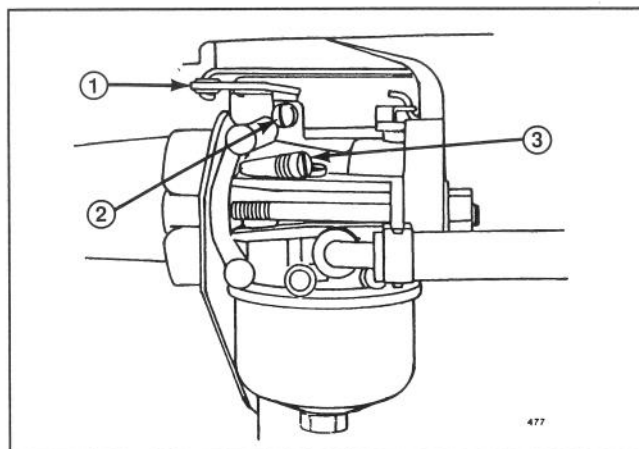

Fig. 11
4. Fate girare il comando del gas (Fig. 11) in senso antiorario e tenetelo fermo contro la vite di regolazione del minimo (Fig. 11) mentre girate quest'ultima fino ad ottenere 1750 giri/minuto.